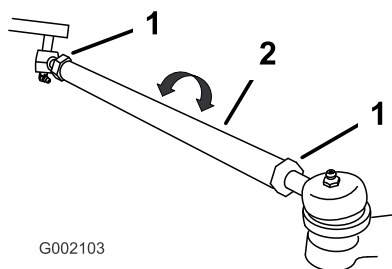

Рисунок 45
- Если измеренное значение не находится в пределах от 0 до 6 мм, ослабьте зажимные гайки с обоих концов тяг (Рисунок 45).